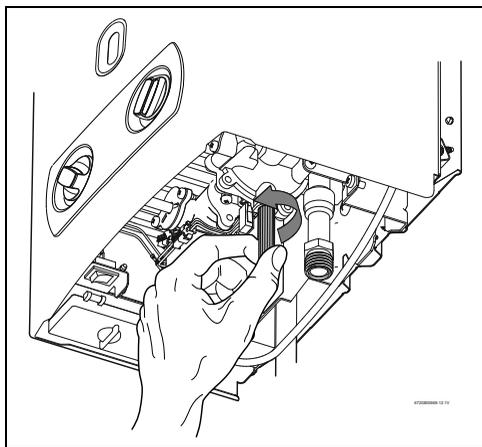

Рис. 11 Винт слива воды
- ▶ Ослабить винт слива воды на приборе (→ Рис. 11 ).